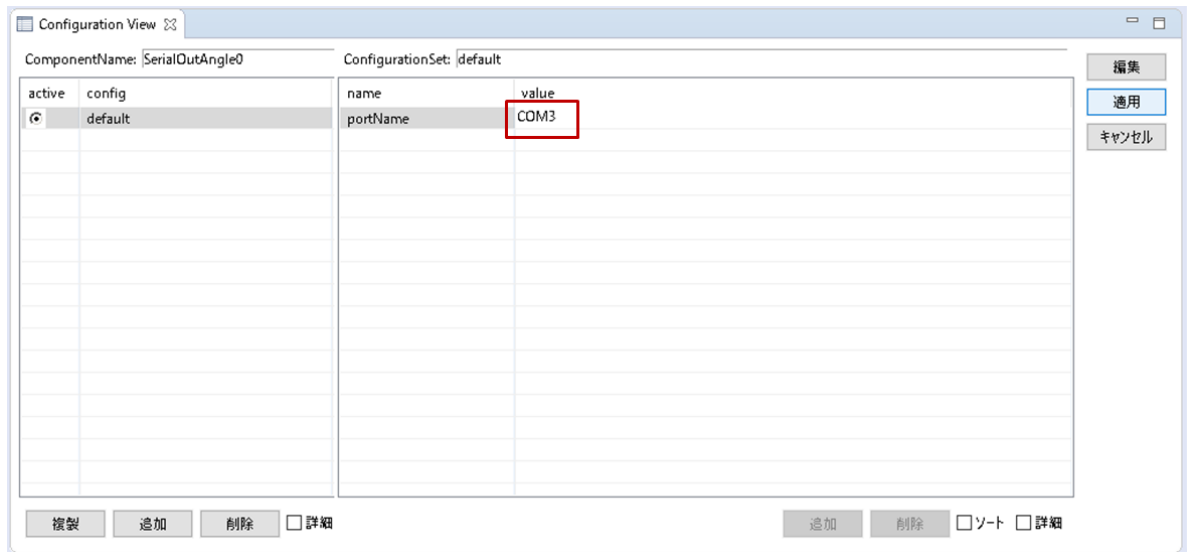

図 19 シリアルポートの設定
- ⑨ 「System Diagram」上の「SerialOutAngle」コンポーネントを選択する。「Configuration View」の「portName」欄にマイコンが接続されているポート名を入力し、適用を選択（図 19）。